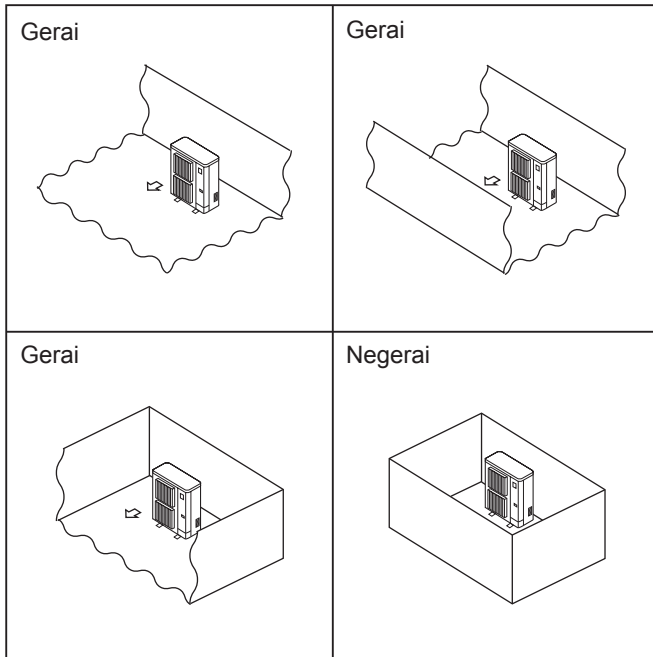

Fig. 2-1
- ⊙ Išorinius įrenginius montuokite vietoje, kurioje prie jų būtų galima prieiti bent iš keturių pusių. Be to, vieta turi būti pakankamai didelė be jokių nuolaidžių paviršių. (Fig. 2-1)